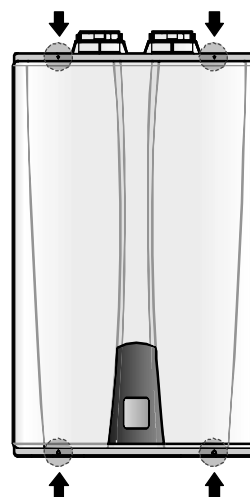

Figure 1. Couvercle avant des modèles NPE
2. À l'aide d'un tournevis Phillips, retirez les 4 vis (2 en haut et 2 en bas) du couvercle avant pour accéder aux composants internes. Reportez-vous à la figure 1 représentant le couvercle avant de l'unité.